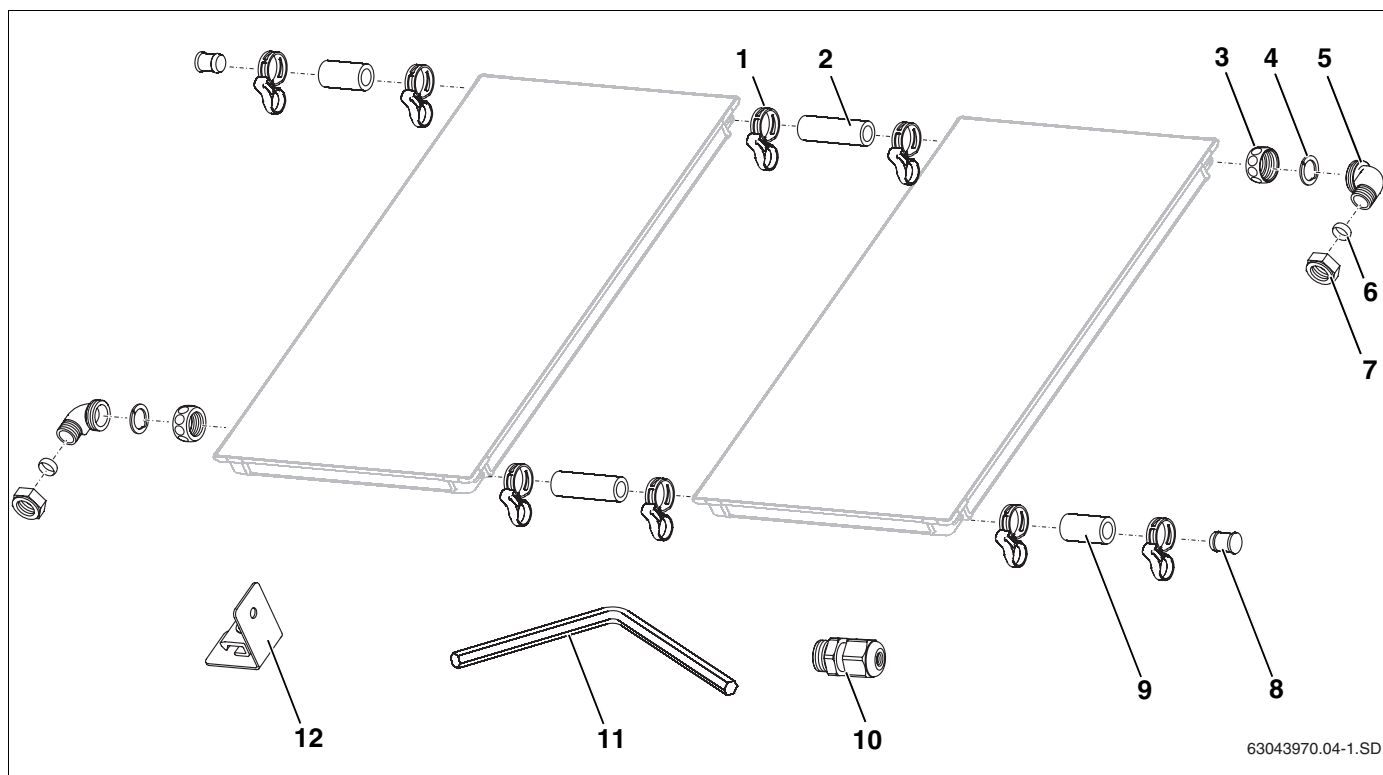

Fig. 4 Conjunto de ligação e conjunto de união (imagem com 2 colectores verticais)
**Conjunto de ligação, por campo de colector (fig. 4)**